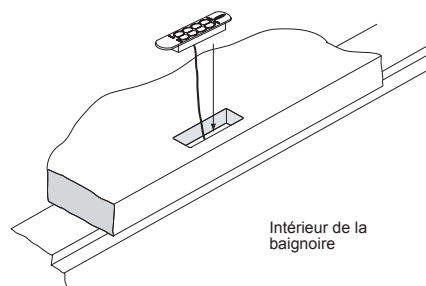

Figure 7 - panneau de commande
**5** Abaissez le panneau de commande dans la forme découpée et appuyez fermement pour incruster l'adhésif (figure 7).